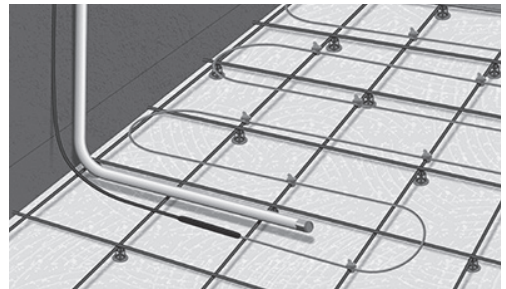

Fig. 6. Plasser ledningsrøret/føleren mellom kablene
8. Du kan velge å legge ned et ledningsrør i gulvføleren. Sørg for at føleren plasseres på samme nivå som kabelen og mellom sløyfene. Forsegl enden av ledningsrøret (Fig. 6).